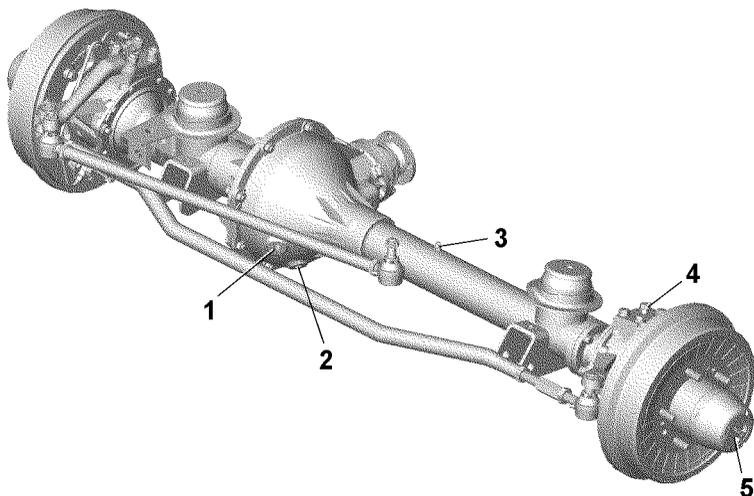
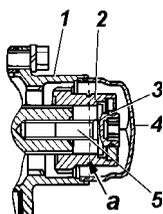

Рис. 9.45. Передний мост с вертикальным разъемом картера:
Рис. 9.46. Муфта отключения передних колес (вариантное исполнение):
На часть автомобилей с мостами, приведенными на рис. 9.45 возможна установка муфты отключения передних колес, изображенная на рис. 9.46. Для отключения ступиц колес необходимо снять защитный колпак 4 и, вывинчивая болт 5 из отверстия вала, установить муфту в положение,
**На некоторые автомобили могут быть установлены мосты, приведенные на рис. 9.45, со шкворнями, в которые необходимо добавлять смазку в процессе эксплуатации.** Для смазки шкворней на рычаге поворотного кулака (справа) и на верхней накладке шкворня (слева) установлены пресс-масленки 4. Зазор между торцами шкворней и опорными шайбами шаровой опоры, образующийся при износе трущихся поверхностей, устраняйте снятием сверху и снизу одинакового количества регулировочных прокладок. Разность между суммарными толщинами верхних и нижних прокладок не должна превышать 0,1 мм.